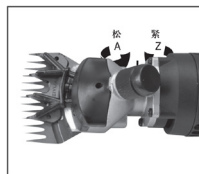

Fig.2
- Pulire lo sporco dalle lame. Dopo aver completato la tosatura di una pecora, ruotare il dado in senso antiorario (Fig. 2) fino a rimuovere le lame. Una volta rimosse, pulire lo sporco che si è accumulato sulla lama inferiore e sulla parte interna della lama superiore. In questo modo, le due lame possono combaciare bene.
- Regolare la tenuta delle lame ruotando il dado di regolazione in senso orario (Fig. 2) fino a quando non si avverte una resistenza. Ruotare il dado di regolazione in senso antiorario per allentare le lame (Fig. 2).